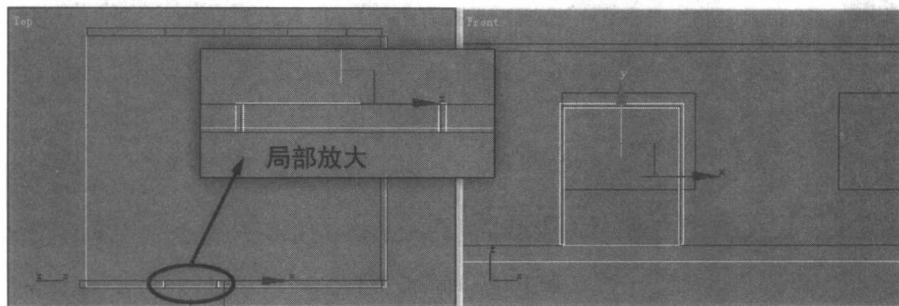

图 1-12 “门套”造型
**3** 在修改命令面板的 Modifier List(修改器列表)中选择 Extrude(拉伸)命令，在 Parameters(参数)卷展栏中设置 Amount(数量)的值为 250，将拉伸后的造型作为“门套”造型，其形态和位置如图 1-12 所示。